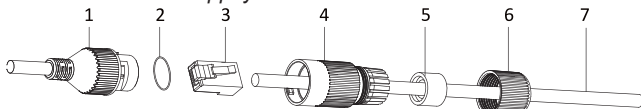

Figure 6 : Montage de la gaine étanche du connecteur LAN
une flèche et une étiquette « TOP ». En cas d'utilisation d'un passe-câbles sur le côté de la base de montage, faire d'abord passer le câble de données. Faire glisser la gaine du connecteur, le manchon d'étanchéité et le contre-écrou sur le câble, voir la figure 6. Enfin, prendre un outil de sertissage et presser le connecteur RJ-45 sur le câble de données.
- Brancher le connecteur RJ-45 à la caméra. Fixer le raccord avec la gaine étanche à l'aide d'un dispositif de fermeture à baïonnette (fourni dans le pack d'accessoires) et serrer l'écrou de blocage, voir la figure 6. Si le routeur ou le commutateur le plus proche ne prennent pas en charge la fonction PoE (alimentation par Ethernet), connecter la caméra via le connecteur d'alimentation à l'alimentation externe 12 V CC / 500 mA.